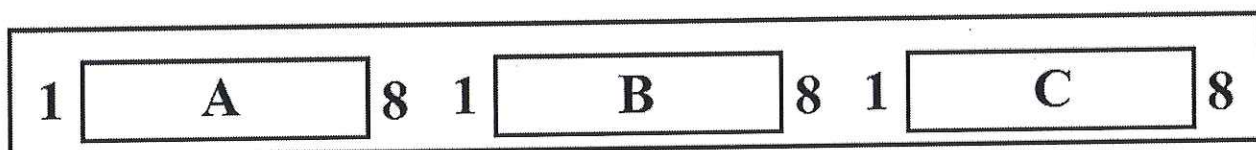

Рисунок 3 – Схема передней панели шкафа кроссового оптического.
4.5 Шкаф кроссовый оптический предназначен для подключения внешних оптических линий Ethernet к КСО (см. рисунок 3).